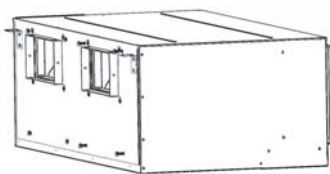

Рис. 10
- 4) Один человек поддерживает днище электродвигателя вентилятора в сборе; второй - закручивает винты М8, закрепляя узел к лицевой панели. (Рис. 10)